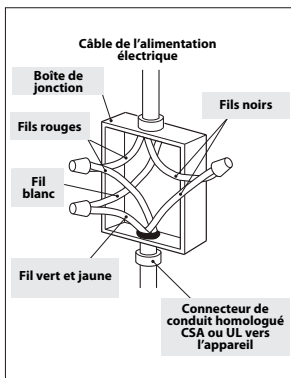

Fig. 3
- 7a Raccordez le câble vert de la plaque de cuisson au fil blanc (neutre) de la boîte de jonction (Fig. 3).